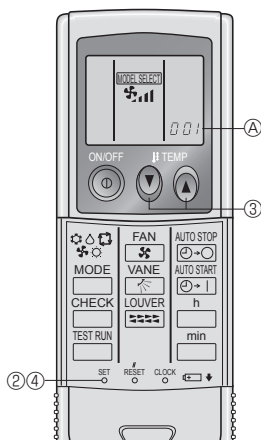

Fig. 6-3
3) Innstilling (Fig. 6-3)
- ① Sett inn batteriene.
- ② Trykk på SET-knappen med noe som er skarpt på enden.